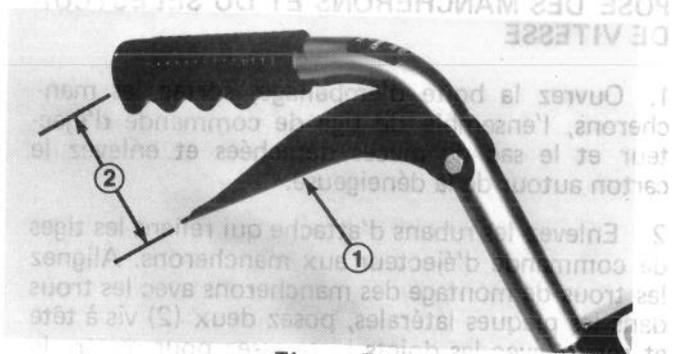

Figure 5
1. Mesurez la distance entre le centre du mancheron et le bout du levier de commande de tarière (Fig. 5). Cette distance devrait être 6-1/2 pouces (16.5 cm).